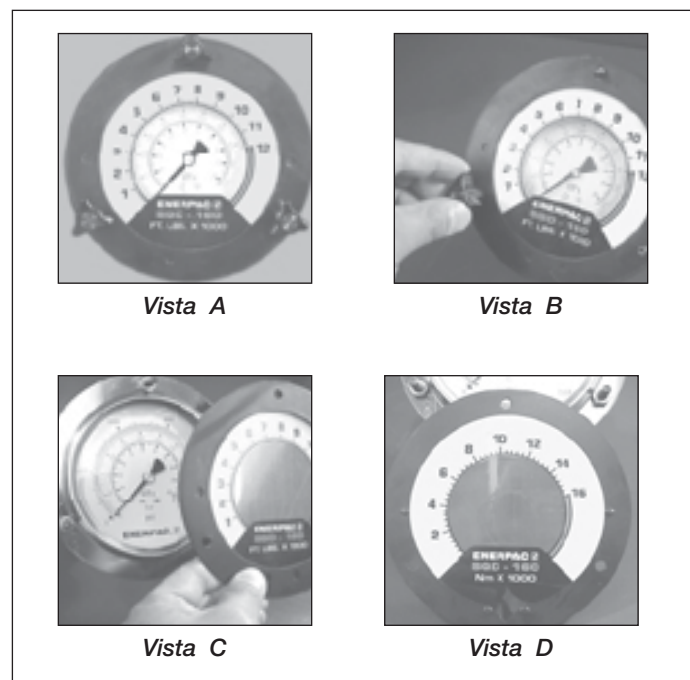

Figura 8, Installazione del disco sovrapponibile
La pompa è fornita con un manometro installato. Per la vostra convenienza, è previsto un disco con i valori della coppia, sovrapponibile da montare sopra alla faccia del manometro e che converte facilmente le letture della pressione in letture della coppia (vedere figura 8, vista A). Il disco sovrapponibile ha le unità imperiali (Ft-Lbs.) da un lato e le unità metriche dall'altro (Nm). Per cambiare le scale, semplicemente capovolgere il disco.
1. Smontare i tre dadi ad alette neri che tengono al suo posto la flangia frontale del manometro (vedere la figura 8, vista B).
2. Smontare la flangia frontale e il disco sovrapposto (vedere figura 8, vista C).
3. Inserire il nuovo disco da sovrapporre (ricordarsi di verificare che il disco corrisponda alla chiave torsiometrica Enerpac che si sta usando) sopra alla flangia, allineando il disco con le depressioni sul retro della flangia (vedere la figura 8, vista D).
4. Mentre si sostiene il disco da sovrapporre dietro la flangia (vedere la figura 8, vista C), introdurre la flangia sui prigionieri della manopola, riposizionando il disco sovrapponibile come necessario, e fissare la manopola, stringendo solo con le dita. La flangia premerà il disco sovrapponibile sopra al manometro e lo fisserà al suo posto. Vedere le istruzioni della chiave torsiometrica per l'ammontare della pressione necessaria richiesta per produrre la coppia desiderata. Notare che la pressione massima varia per le diverse chiavi ed accessori.